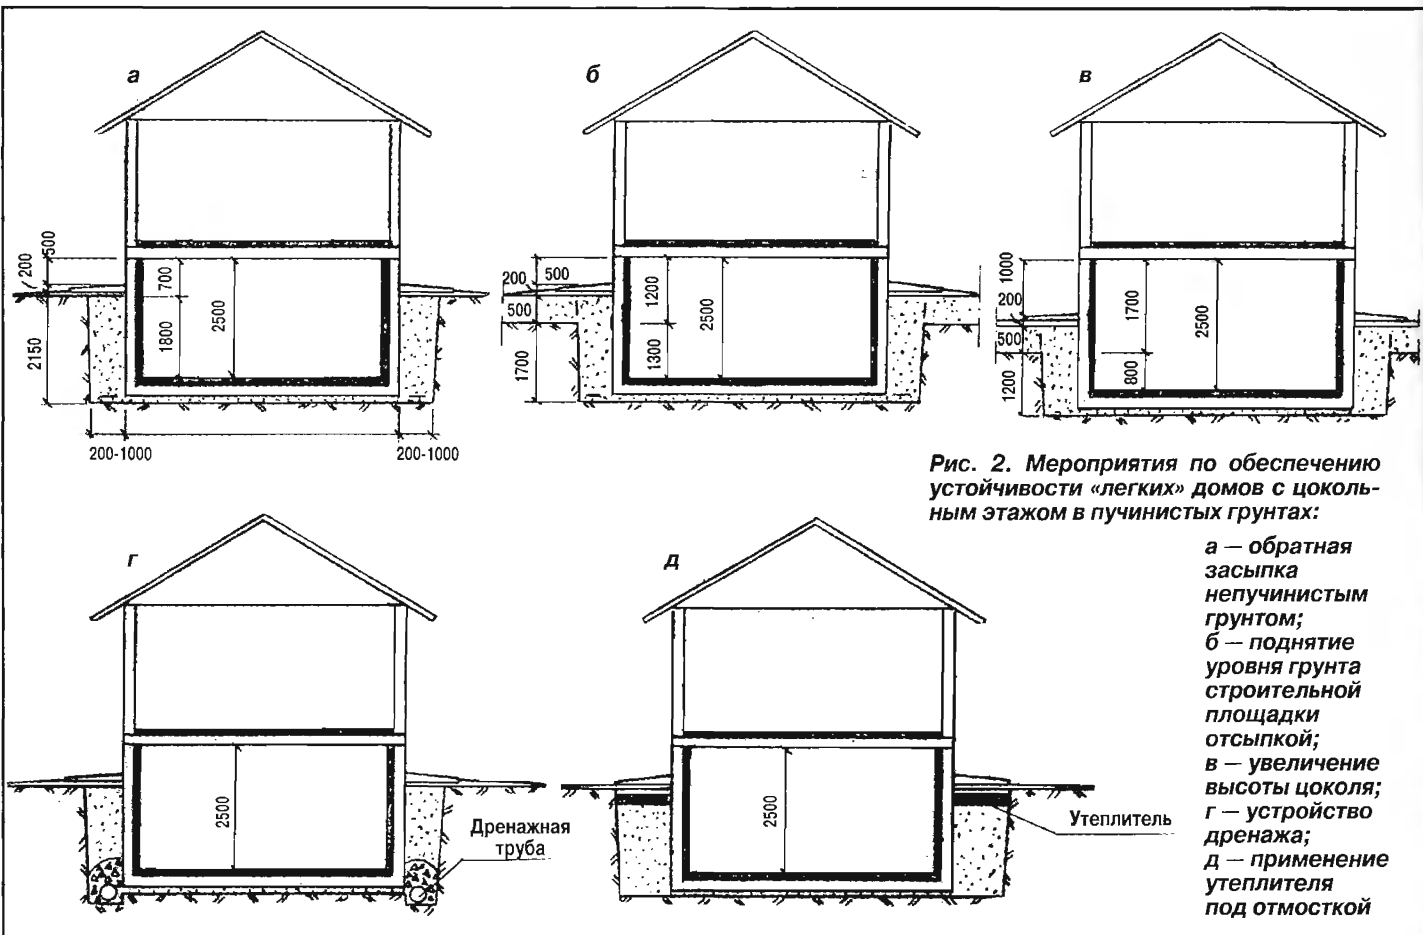

Рис. 2. Мероприятия по обеспечению устойчивости «легких» домов с цокольным этажом в пучинистых грунтах:
(рис. 2а), При ширине пазухи обратной засыпки котлована 0,2; 0,4; 0,6; 1,0 м при расчетах по формуле (1) вводят значения коэффициента m , равные 0,6; 0,45; 0,35; 0,25 соответственно. Для нашего примера при ширине пазухи обратной засыпки, равной 0,6 м, устойчивость заглубленных конструкций обеспечивается при весе дома (без учета веса плиты) не менее 261 тс. Если вес дома все же меньше, нужно применить и другие конструктивные решения (рис. 2б, в, г, д).
Вертикальная отсыпка непучинистым грунтом позволит выглубить цокольный этаж и тем самым уменьшить степень пучинистости грунта при промерзании (рис. 2б). Еще большее выглубление можно обеспечить за счет увеличения высоты цоколя, например, с 0,5 до 1,0 м. При неизменной проектной высоте цокольного этажа сокращается площадь его боковой поверхности, контактирующей с пучинистым грунтом (рис. 2в).
Следующим мероприятием, снижающим силы пучения, является понижение уровня грунтовых вод устройством дренажной системы вокруг дома (рис. 2г).
Эффективным мероприятием, снижающим или исключаящим промерзание грунта, является применение утеплителей под отмосткой вокруг дома (рис. 2д). При ширине ее более 1,5 м можно полностью исключить промерзание.